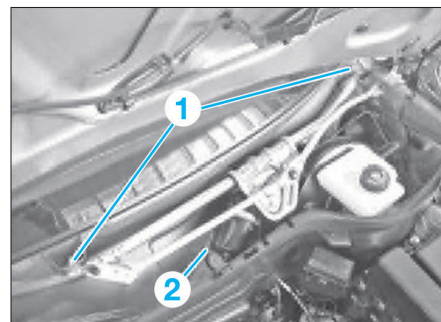

FIG. 27
- Débrancher le connecteur (2) (Fig.27).
- Déposer les fixations (1).